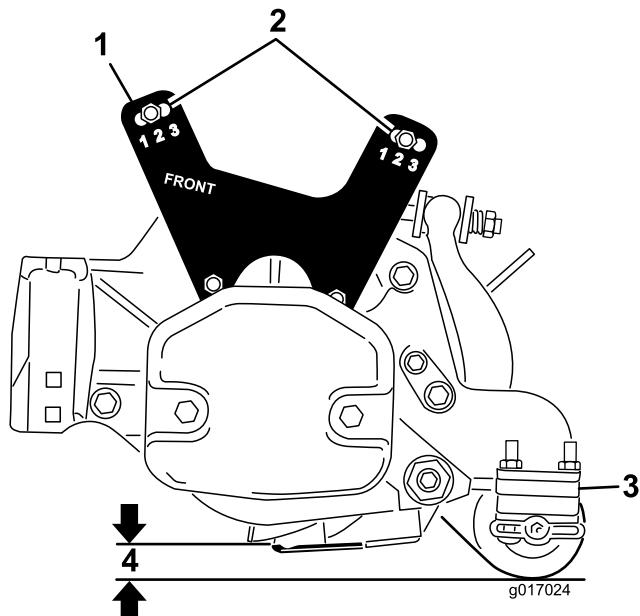

图20
- 如图20 所示将滚刀组降低到地面上测量地面与底刀顶部之间的距离。